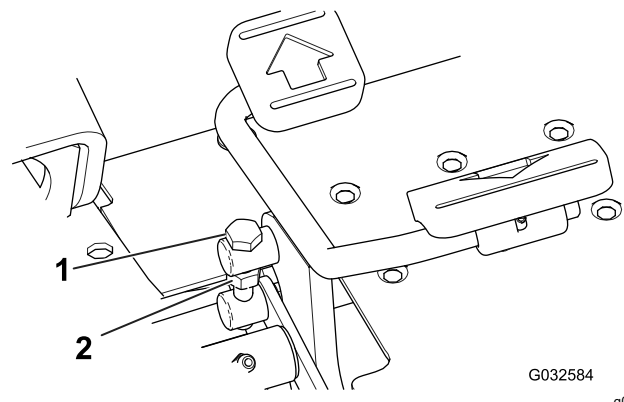

図 49
1. 走行ペダルの側面ついているトラニオンボルトのジャムナットをゆるめる図 49。